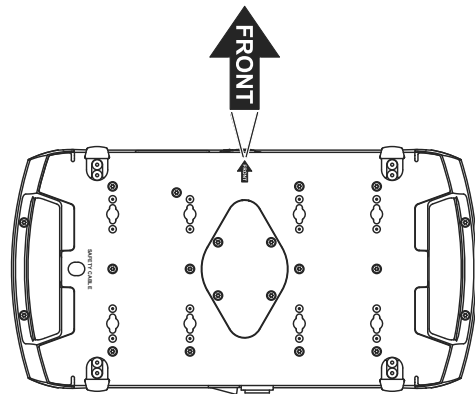

Figure 6: Face avant de l'appareil
4. Interdisez l'accès sous la zone de travail. Voir Figure 6. Notez l'orientation de la flèche FRONT sur la base de l'appareil. En travaillant depuis une plateforme stable, accrochez le projecteur sur la structure, la flèche **FRONT** du socle vers la zone à éclairer. Serrez les crochets.